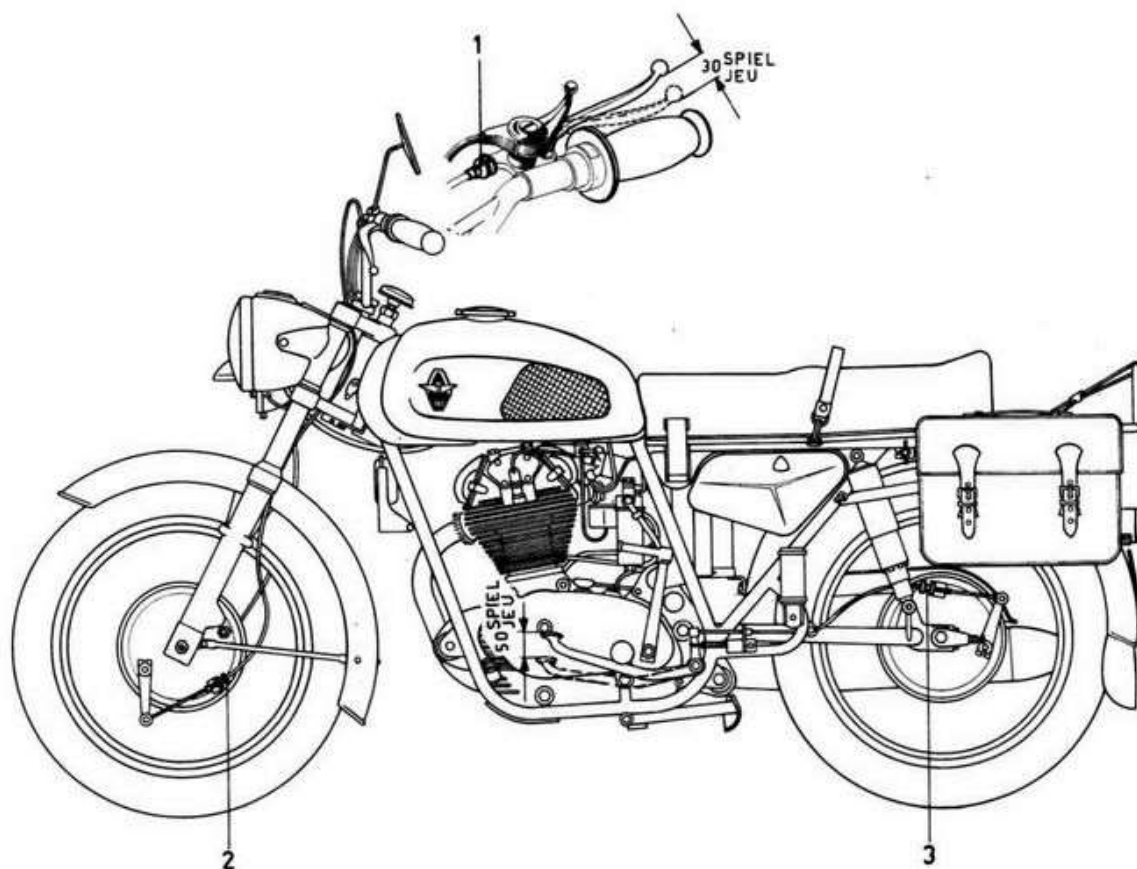

Fig. 11
Weist der Handbremshebel ein grösseres Spiel auf als die Vorgeschriebenen 30 mm, so ist dieses an der Regulierschraube (1) am Lenker einzustellen (Fig. 11).
Si le jeu au levier de frein avant est plus important que les 30 mm prescrits, il faut procéder à un réglage au moyen de la vis moletée (1) se trouvant sur la branche droite du guidon (fig. 11).
Weist das Bremspedal ein grösseres Spiel auf als die Vorgeschriebenen 50 mm, so ist dieses mittels Regulierschraube (3) am Bremspedal zu beheben (Fig. 11).
Si le jeu à la pédale de frein arrière est plus important que les 50 mm prescrits, il faut procéder au rattrapage du jeu au moyen de la vis de réglage (3) se trouvant sur le couvercle de frein (fig. 11)